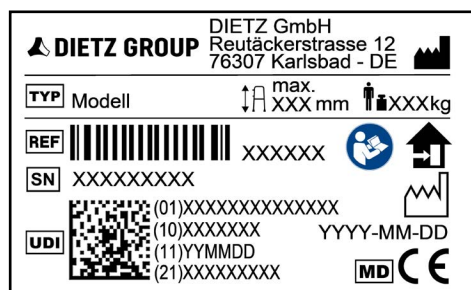

Fig. 7
4. Ora è possibile portare in avanti un lato del deambulatore sollevandolo leggermente e a seguire appoggiarlo (1, fig. 7).
6. Con tutte e quattro le gambe del deambulatore al suolo, fare un passo in avanti con il piede del lato del deambulatore mosso (2, fig. 7).
La pagina successiva presenta una tabella che illustra in dettaglio tutti i simboli e le informazioni riportati sulla targhetta identificativa (fig. 7). La targhetta identificativa riporta inoltre il numero di serie del deambulatore.